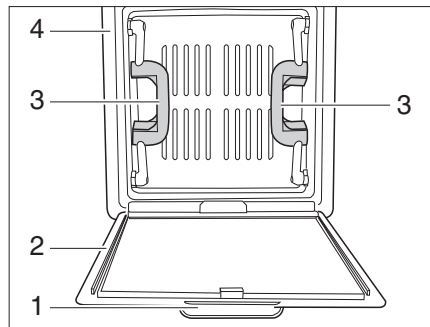

Bild 24 Dachhaube mit Schnappverschluss
- Den Insektenschutz (Bild 24,2) am Griff (Bild 24,1) nach unten ziehen. Der Insektenschutz klappt nach unten.
- Die Dachhaube an beiden Griffen (Bild 24,3) nach oben drücken.
- Den Insektenschutz nach oben klappen und am Rahmen (Bild 24,4) einrasten.
- Die Dachhaube an beiden Griffen (Bild 24,3) kräftig nach unten ziehen.